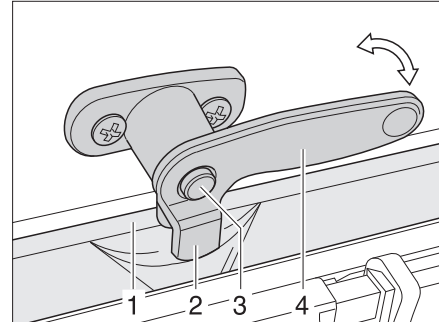

Bild 57 Verriegelungshebel mit Sicherungsknopf in Stellung "Dauerbelüftung"
- Falls vorhanden, den Sicherungsknopf (Bild 57,3) drücken und gedrückt halten.